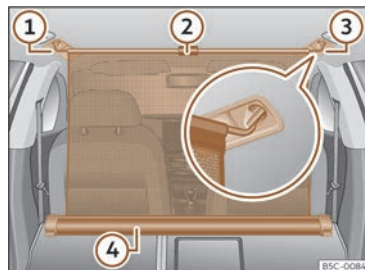

Fig. 184 Dans le coffre à bagages : filet de séparation attaché avec le dossier de la banquette arrière rabattu.
- Tirez la languette >>> **fig. 184** ② vers le haut pour sortir le filet du boîtier ④.
- Attachez le filet de séparation au côté droit ou gauche >>> **fig. 184** ③ (image élargie).
- Attachez le filet de séparation dans le logement de l'autre côté >>> **fig. 184** ① en étirant la tringle.
Le filet de séparation est monté correctement lorsque les extrémités en forme de T sont fermement attachées dans les logements correspondants >>> **fig. 184** ③ et ①.
- Enroulez le filet dans le boîtier >>> **fig. 184** ④ en le déposant manuellement.